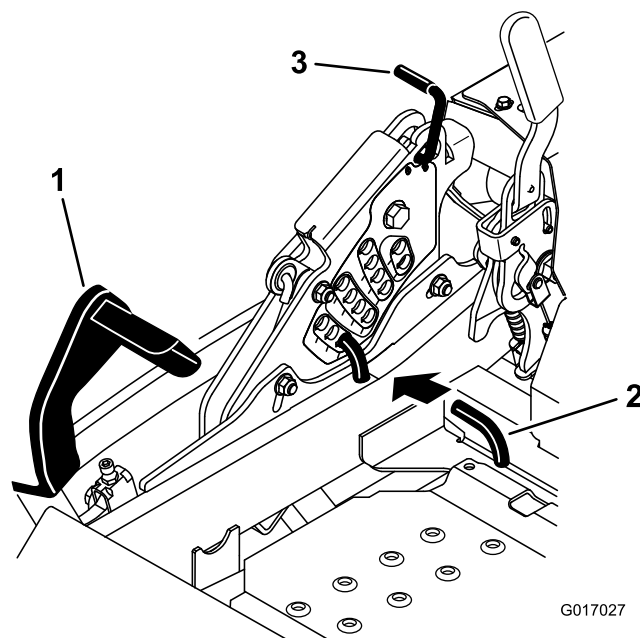

Figure 26
2. Appuyez sur la pédale de commande du tablier de coupe avec le pied et relevez le tablier en position de transport (qui est aussi la position de hauteur de coupe de 140 mm [5,5 po]) (Figure 26).
3. Pour changer de hauteur de coupe, retirez la goupille fendue et l'axe de chape du support de hauteur de coupe (Figure 26).
4. Placez la goupille dans le trou du support correspondant à la hauteur de coupe voulue (Figure 26).